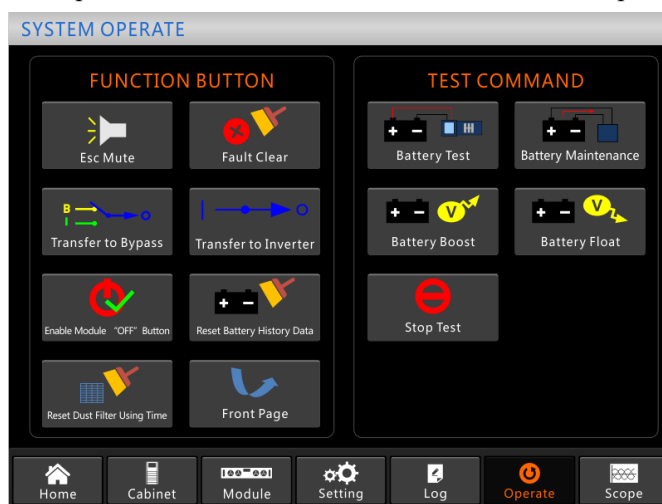

Figura 4-3 Manutenzione batteria
1) Test di scarica manuale. Entrare nel menu "Operate", come mostrato in Figura 4-3 e toccare